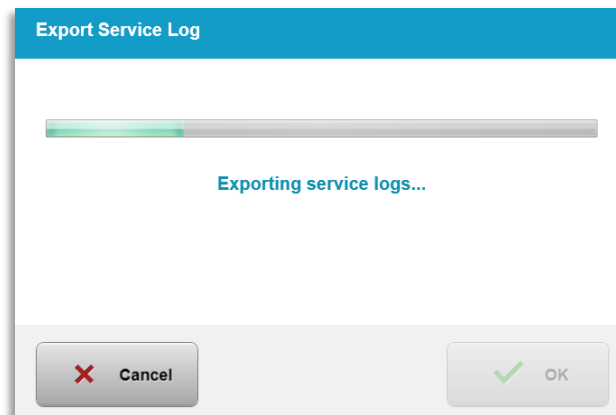

Abbildung 3-58. Service-Protokoll wird exportiert
- Das System beginnt automatisch, das Service-Protokoll zu übertragen, und zeigt den Fortschritt des Übertragungsprozesses wie in Abbildung 3-58 dargestellt.